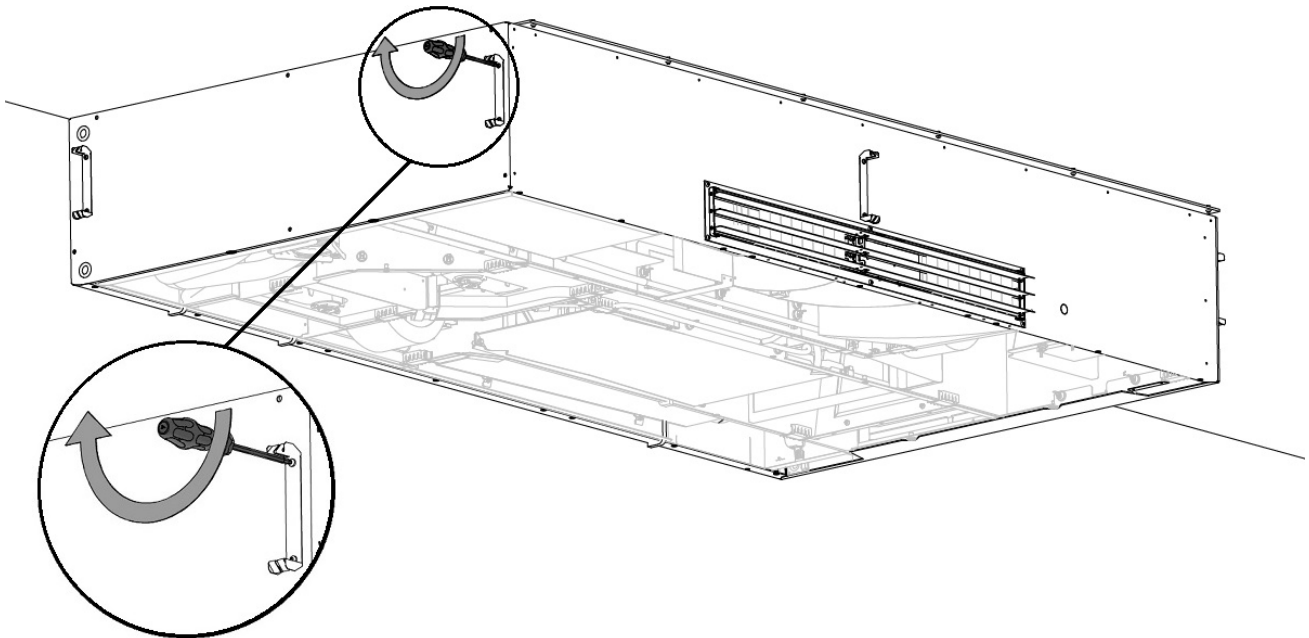
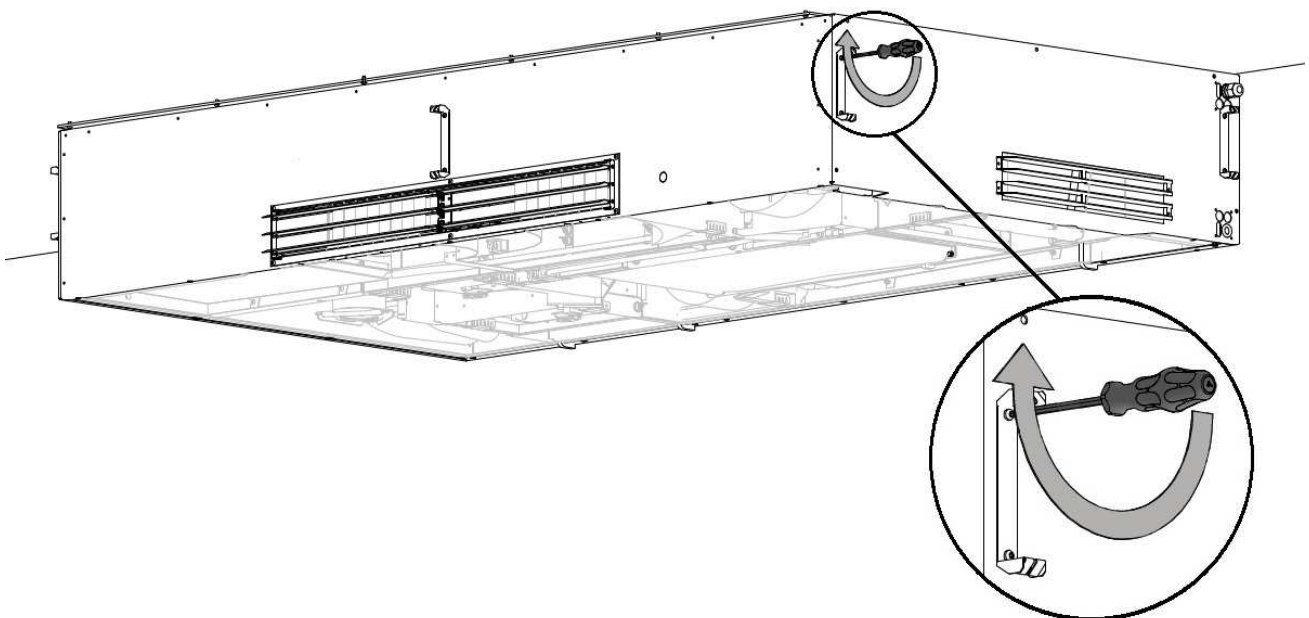

Abbildung 25: Montieren der Paneelhalterungen - 1
Abbildung 26: Montieren der Paneelhalterungen - 2
1. Montieren Sie die Paneelhalterungen. Es gibt zwei auf jeder Seite und eine auf der Vorderseite des Geräts, siehe Abbildung 25 und Abbildung 26 unten.